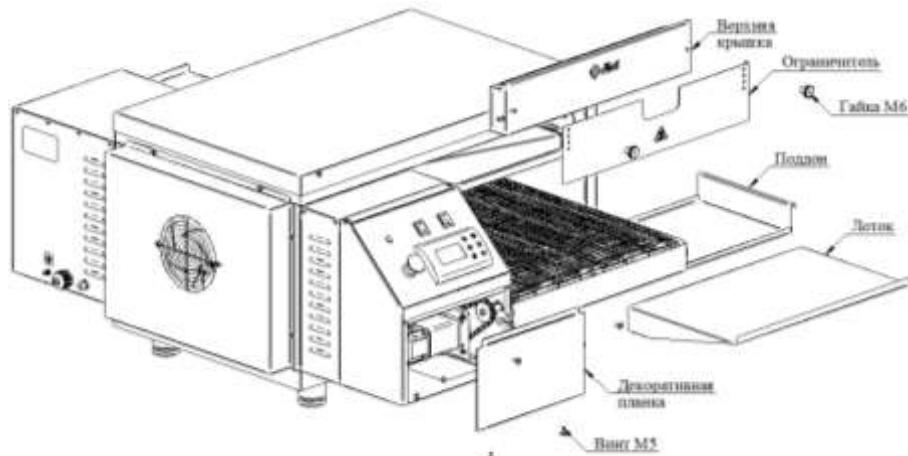

Рис. 9
1. Вынуть конвейер из корпуса изделия: для этого необходимо снять декоративную планку под панелью управления, открутив четыре винта M5. Снять лотки и поддоны с конвейера, верхние крышки, ограничители с корпуса, открутив гайки M6 (см. Рис. 9).